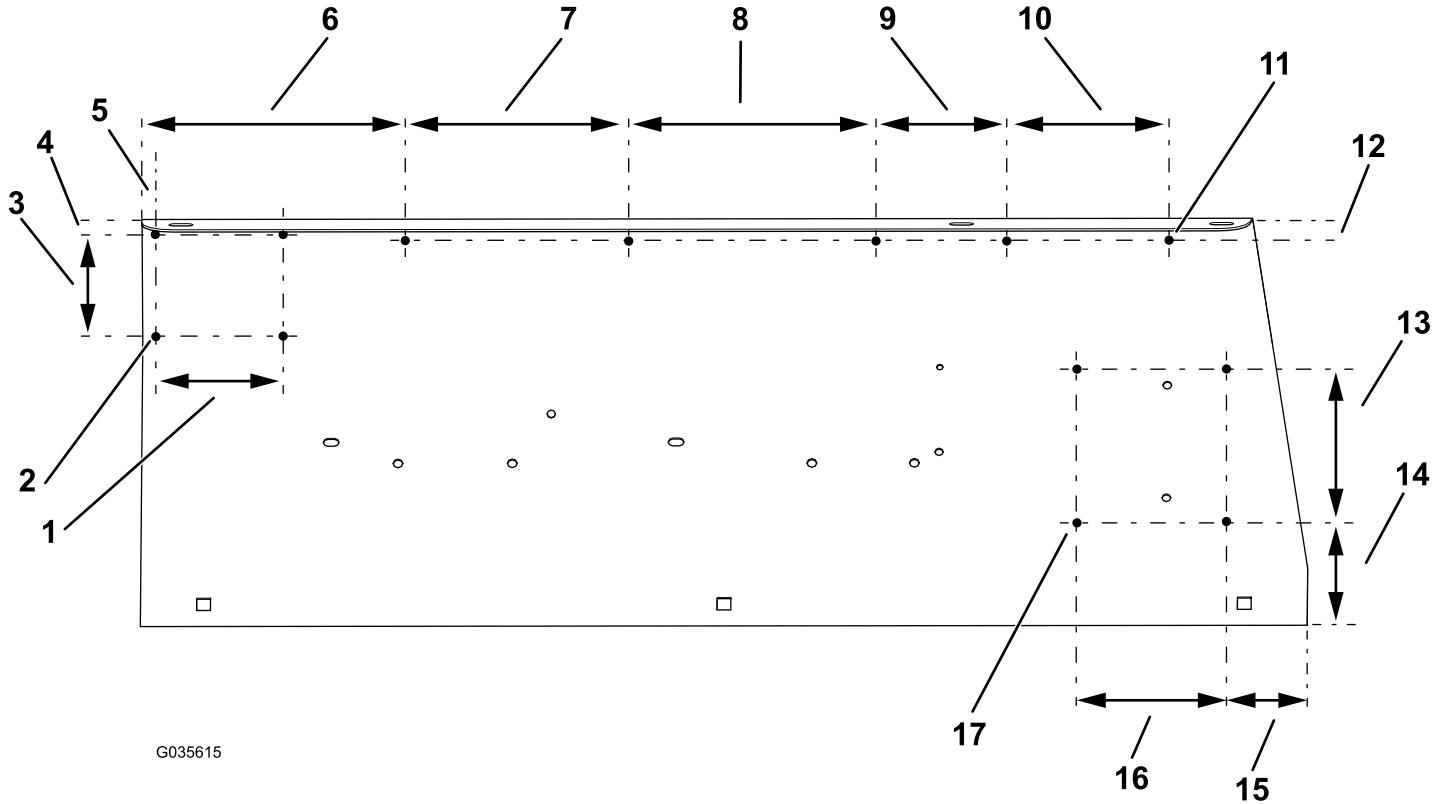

Рисунок 4
- Просверлите три отверстия в ограждении крыла; см. правильное расположение и диаметры отверстий на Рисунок 4.
Примечание: Не сверлите отверстие поз. 11, указанное на Рисунок 4, сверлом слишком